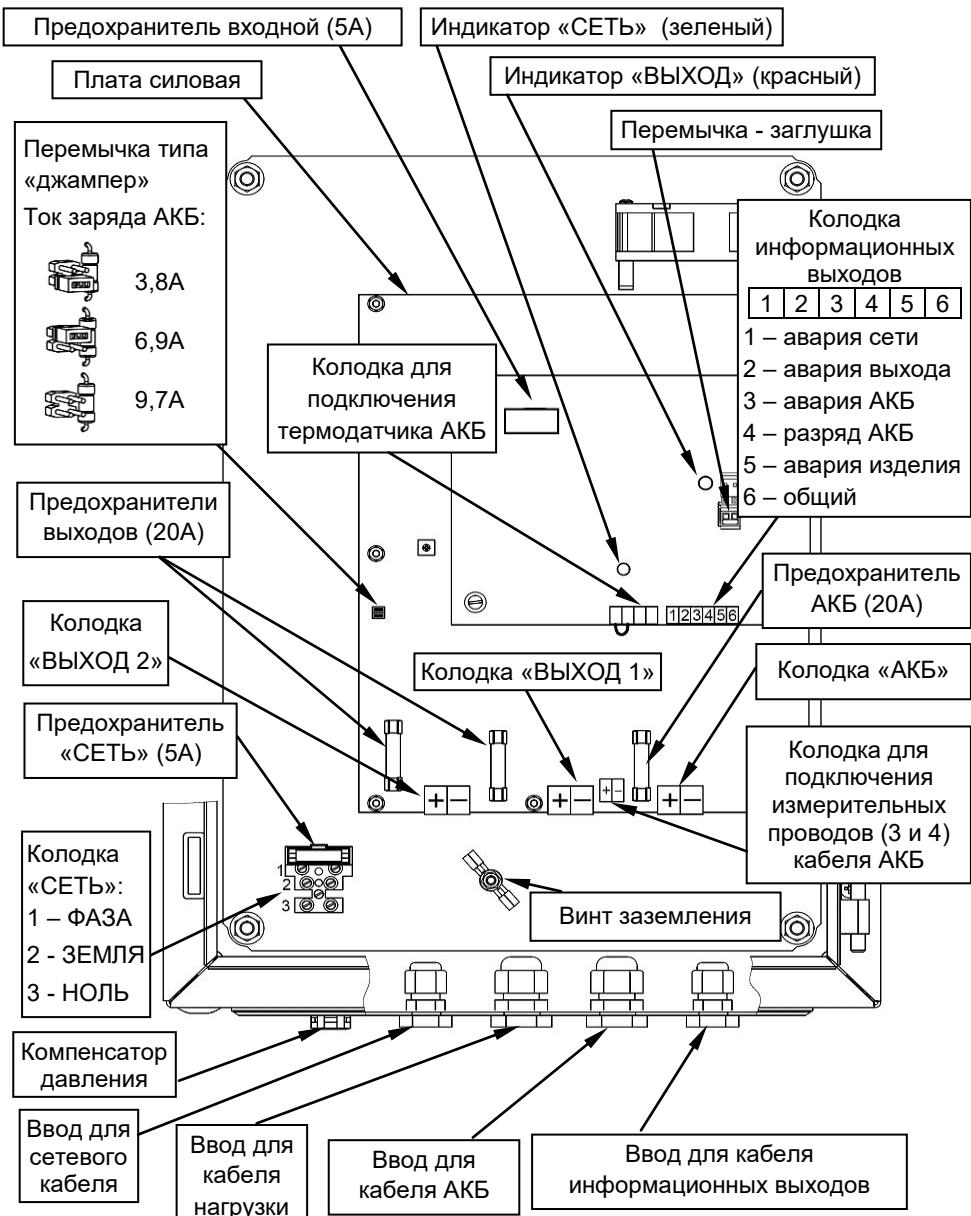

Рисунок 2 - вид изделия с открытой дверцей
Подвод проводов сетевого питания, выходной нагрузки и АКБ осуществляется через герметичные кабельные вводы, установленные на нижней стенке корпуса (см. рисунок 2). При открытой дверце осуществляется доступ к печатным платам изделия и расположенными на них предохранителям, перемычкам, клеммным колодкам и индикаторам «СЕТЬ» (зеленого цвета) и «ВЫХОД» (красного цвета).
**Изделие обеспечивает ограничение тока заряда АКБ.** Выбор одного из трех значений ограничения тока заряда АКБ осуществляется установкой/удалением соответствующей перемычки типа «джампер» (см. рисунок 2) в соответствии с рекомендациями таблицы 2.
Схемой источника предусмотрен разъем, контакты которого замкнуты предустановленной перемычкой-заглушкой ( заводская установка). Разъем расположен на плате управления (см. рисунок 2) и предназначен для подключения внешнего управляющего контакта «ВЫХОД» (например: контакт внешнего реле, кнопки или тумблера).
Подключение внешних цепей к изделию в соответствии с назначением клемм подключения (см рисунок 2) следует выполнять в следующей последовательности:
- провод заземления подключить к клемме 2 (ЗЕМЛЯ) на колодке «СЕТЬ» (см. рисунок 2).
- установить перемычками требуемое значение ограничения тока заряда АКБ (см. рисунок 2 и таблицу 2);
- проверить наличие и исправность предохранителей, расположенных на плате силовой и плате управления (см. рисунок 2);